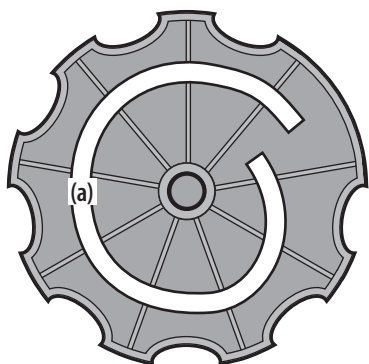

Figure 2-13
- Faites aligner la spirale sur le côté intérieur du dispositif de réglage (c) avec la goupille (e). Assurez-vous que la plaque de réglage est bien placée sur le moyeu et le goujon. Voir figure 2-13.